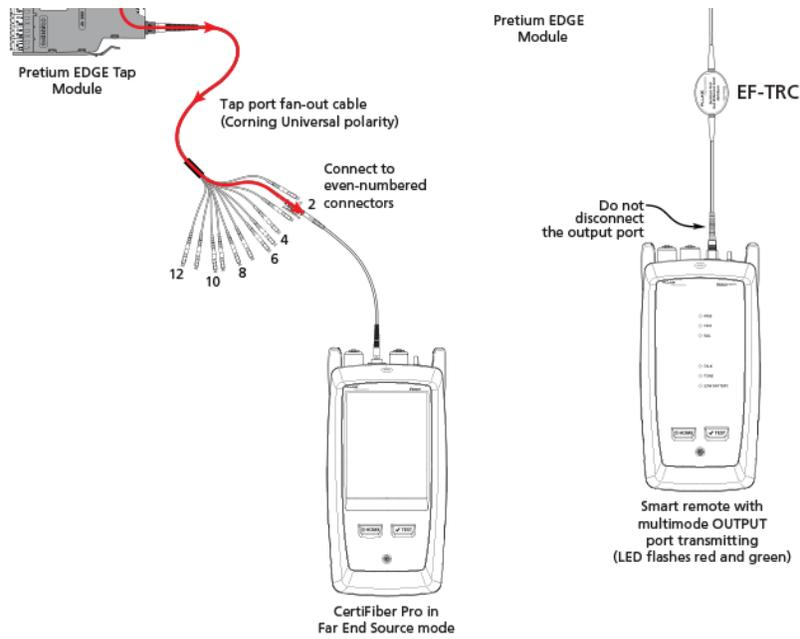
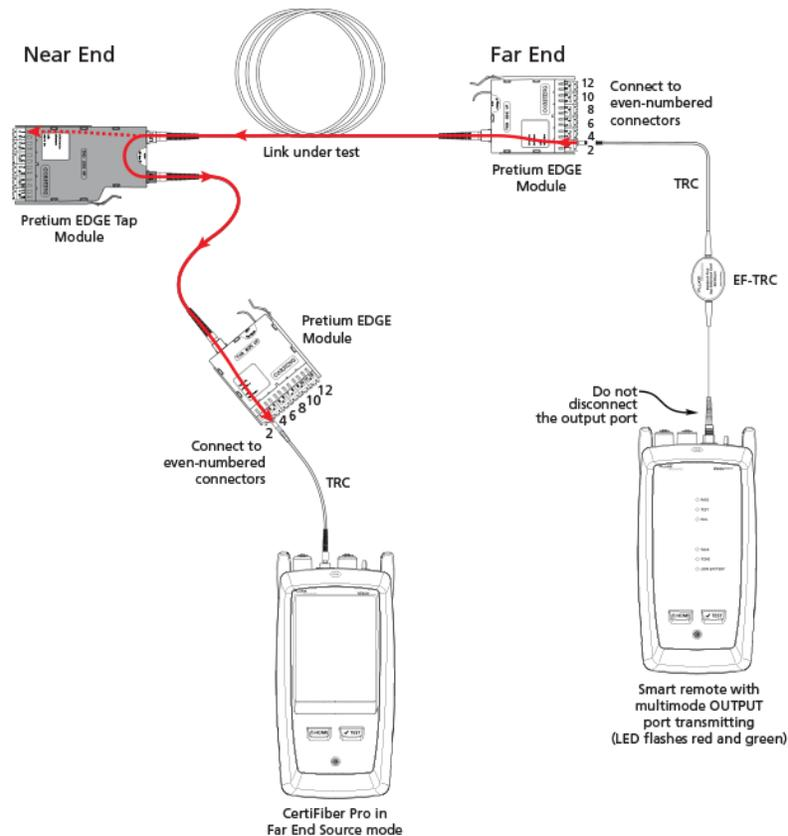

Figura 9. Connections for Testing the Tap Port Links from the Far End through a Fan-Out Cable
Figura 10. Connections for Testing the Tap Port Links from the Far End through an EDGE Module
3. Faça as conexões mostradas na Figura 9 se você vai fazer o teste através de um cabo de fan-out, ou na Figura 10 se você vai fazer o teste através de um terceiro módulo EDGE.